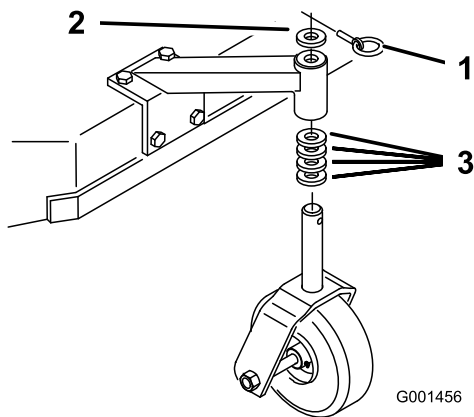

Figura 12
- Usando la Tabla de alturas de corte, ajuste los espaciadores de las ruedas giratorias según el taladro de eje seleccionado (Figura 12).
2. Retire el pasador, retire la rueda giratoria del soporte y cambie los espaciadores (Figura 12).
3. Instale la rueda giratoria en el soporte e introduzca el pasador (Figura 12).